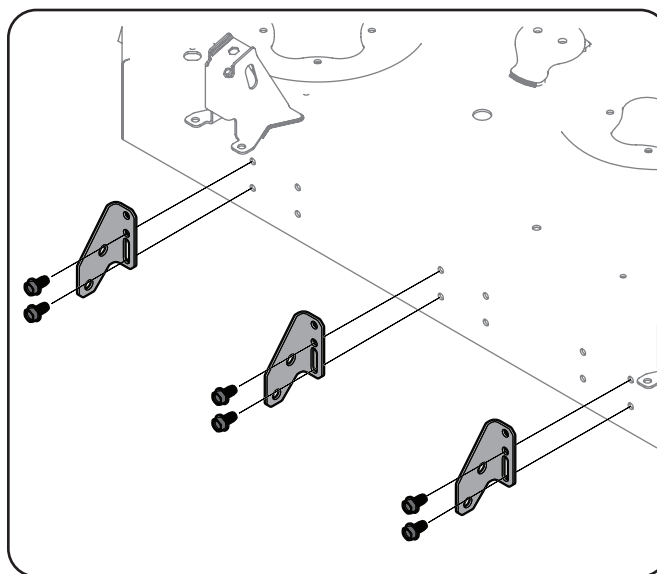

Figure 1-2
1. Installez trois crochets de support de galet (1-1) aux endroits montrés à la Figure 1-2 sur le plateau de coupe des tracteurs avec deux vis autotaraudeuse $\frac{3}{8}$ (n° 2) pas support. Consultez la Figure 1-2.